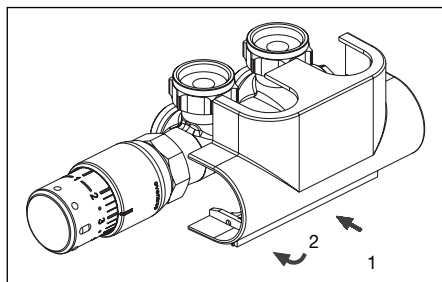

Fig. 10 Montage du cache design, modèle équerre
1. Faire glisser le cache sur le raccord (voir fig. 10).